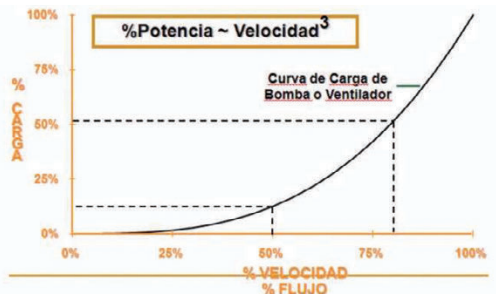

Figura 6. Curva de Potencia vs. Velocidad en cargas de momento variable.
a. Variadores de velocidad electrónicos: Se pueden lograr ahorros cuando se aplican en cargas de tipo momento variable, como: ventiladores y bombas centrífugas, donde se establece un lazo cerrado para controlar el fluido que se mueve. Ejemplo: control de presión en un sistema de agua potable. El variador controla la velocidad del motor según la demanda de fluido. La figura 6 muestra la característica de estas cargas, donde la potencia demandada es proporcional a la velocidad al cubo.